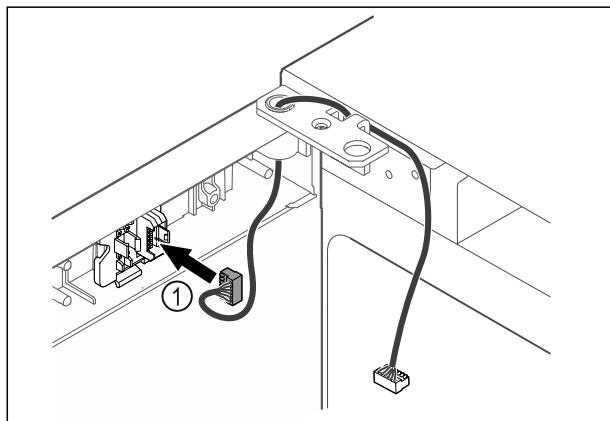

Fig. 42
- ▶ Вкарайте щекера Fig. 42 (1) в държача на щекера.